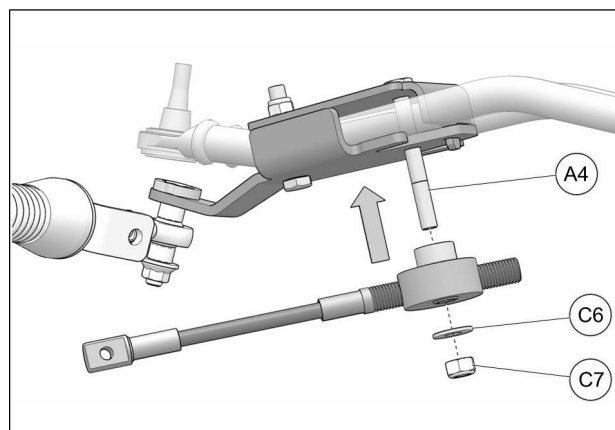

Fig. 28
14. Positionner le câble limiteur de conduite assemblé sous l'ancrage et installer au boulon (**A4**) inséré à l'étape 5. Utiliser la rondelle (**C6**) et l'écrou (**C7**) pour fixer le câble limiteur de conduite en place. Serrer l'écrou à 50 Nm [37 lb•pi]. Voir la Fig. 28